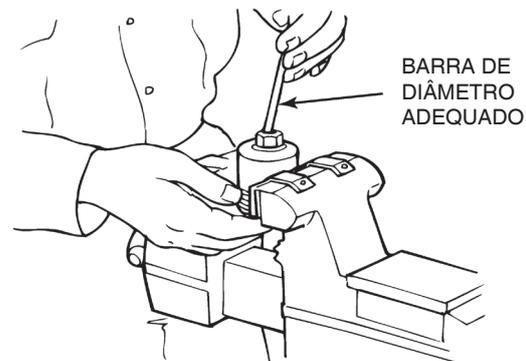

Figura 6.8
5. Coloque o conjunto do cilindro e pistão em uma morsa protegida por mordentes de bronze. Remova o pistão e o anel em "O" de dentro do cilindro. Use uma barra pequena colocada através do furo do topo do cilindro e empurre o pistão para fora. Pode ser necessário usar uma pequena marreta de borracha, com cuidado, para bater e remover o pistão para fora. Figura 6.8.